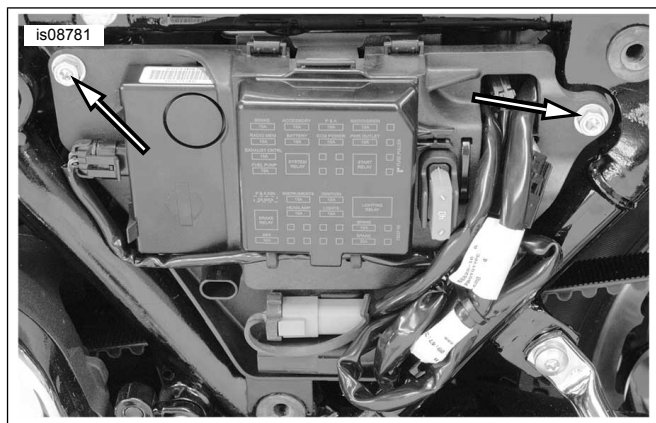
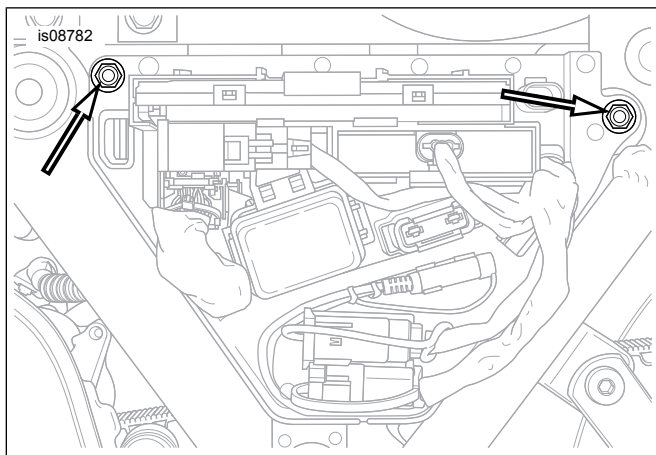

Abbildung 2. Ausbau der Schrauben der Elektriktafel (FL-Modelle 2010-2013)
Abbildung 3. Ausbau der Schrauben der Elektriktafel (FL-Modelle ab 2014)
15. **Modelle von 2010-2013:** Siehe Abbildung 2. **Modelle ab 2014:** Siehe Abbildung 3. **ALLE Modelle:** Die zwei Schrauben entfernen, mit denen die Elektriktafel befestigt ist. Die Elektriktafel nach außen kippen.